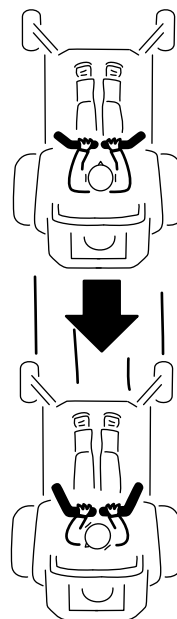

Рисунок 26
2. Для перемещения назад медленно передвиньте рычаги управления движением назад (**Рисунок 26**).